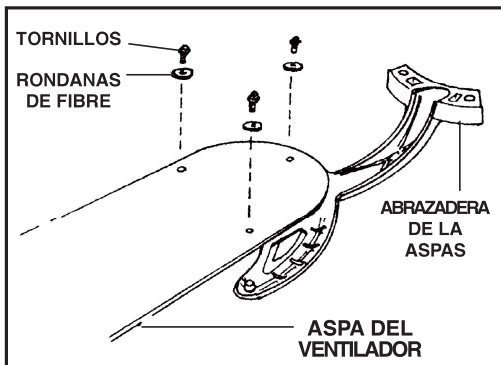

FIG. 15
**Paso 1.** Monte la aspa a la abrazadera de la aspa usando los tornillos y rondanas de fibra incluidos. Apriete los tornillos firmemente. Repita con todas las aspas. (Fig 15.)